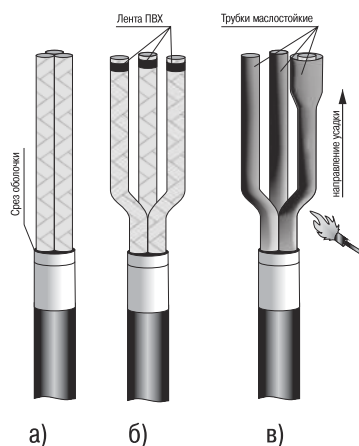

Рисунок 8
4.16 Снять оболочку с конца кабеля до первого кольцевого надреза. Надеть временный бандаж из 2–3 витков ХБ ниток на полупроводящую бумагу у среза оболочки. Удалить полупроводящую бумагу, поясную изоляцию, корделии и расцветочные ленты фазной изоляции (при их наличии). Убрать ниточный бандаж (рисунок 8а).
4.17 Развести жилы кабеля с радиусом изгиба жил не менее 10-кратной высоты сектора или диаметра жилы по изоляции. Обезжирить их салфеткой, смоченной в бензине или ацетоне. Закрепить фазную изоляцию на концах жил бандажом из 2–3 витков ПВХ ленты (рисунок 8б).
4.18 Надеть на жилы кабелей маслостойкие трубки (прозрачные) до упора в «корешок» разделки кабеля. При необходимости обрезать верхнюю часть трубок по длине жилы. Усадить каждую трубку равномерным прогревом пламени горелки, начиная с «корешка» и далее к концу жилы (рисунок 8в).